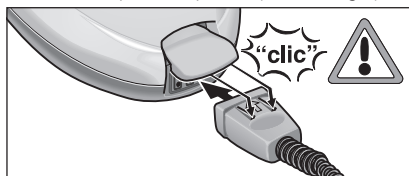

Fig. 1: Empalme del acoplamiento monobloque
- Empalme el acoplamiento monobloque (C6) en la toma de vapor del aparato (A1). Los salientes del acoplamiento monobloque deben encajar en la tapa de la toma de vapor del aparato (véase la fig. 1).